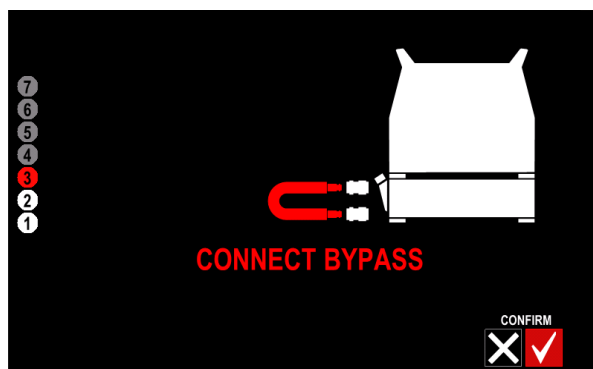

Figura 16
- Conectați furtunul roșu scurt cu conectori rapizi pentru apă (DERIVAȚIE inclusă cu echipamentul) la priza albastră și roșie de ieșire din partea frontală a răcitorului (Figura 16 sau 24). Respectați circuitul agentului de răcire.